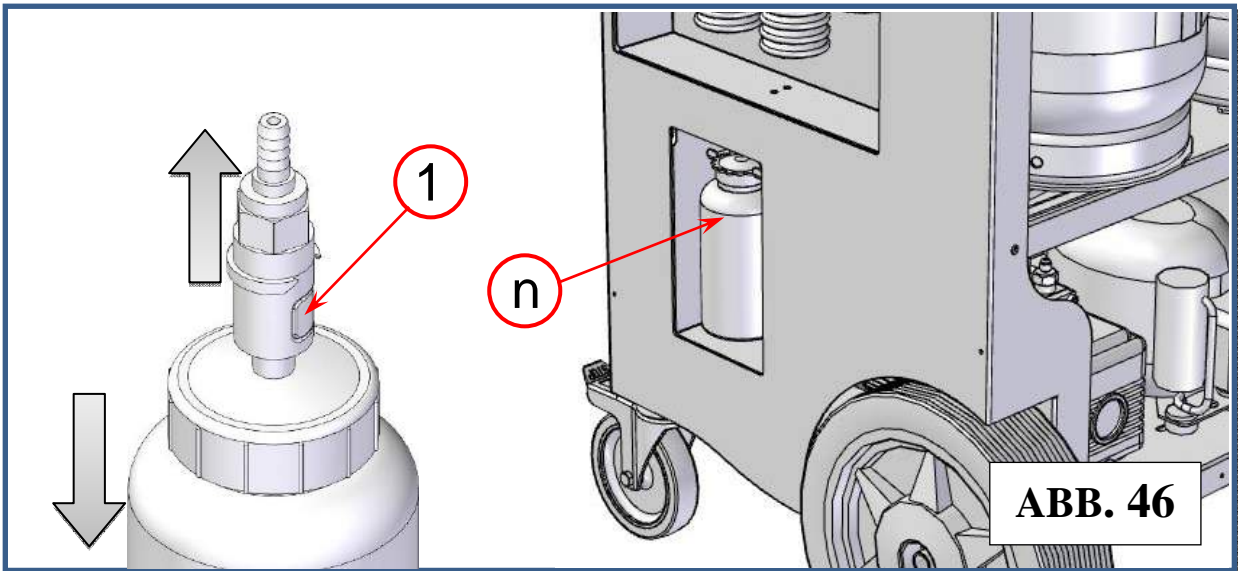

ABB. 46
2. R134a-Neuöleinsatz (Ref j, Abb.46);
R1234yf-Neuöleinsatz (Ref k, Abb.46);
1. Die Schnellanschlusstaste (Ref. 1, Abb. 46) drücken, um den Altölbehälter zu entfernen
2. Den Altölbehälter aus seiner Halterung nehmen (Ref. n, Abb. 46) ohne Druck auf die Skala auszuüben.